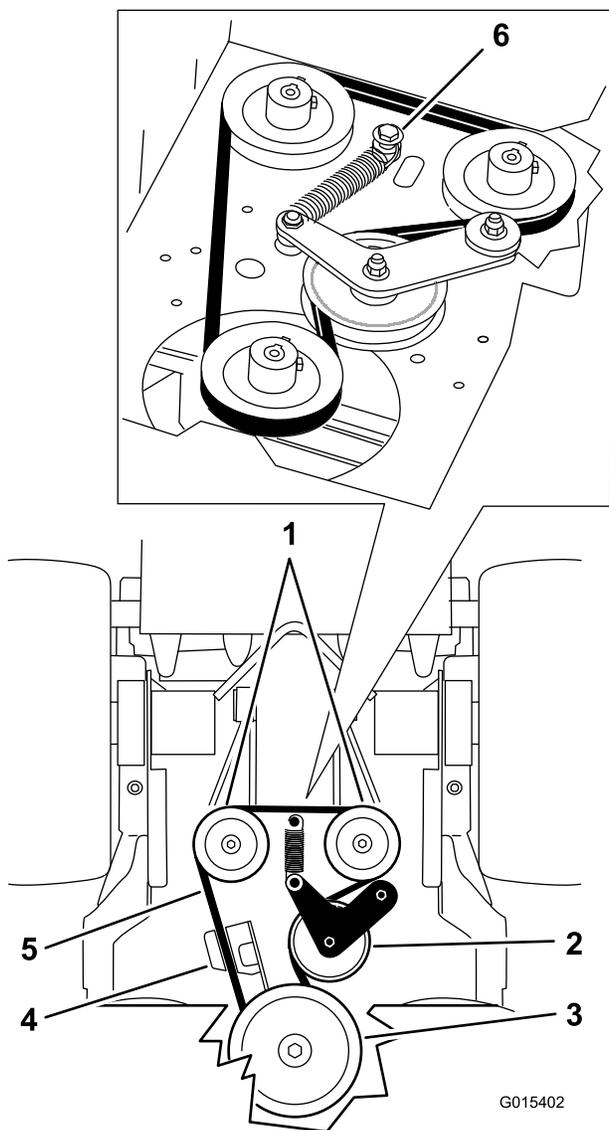

Figura 74
5. Retire el perno de cuello largo, la tuerca y la arandela (que están conectados al muelle) de la carcasa del motor (Figura 74).
6. Retire la correa de transmisión de la bomba (Figura 74).
8. Instale el muelle en el perno de cuello largo y la arandela, y conéctelo a la carcasa del motor con la tuerca (Figura 74).